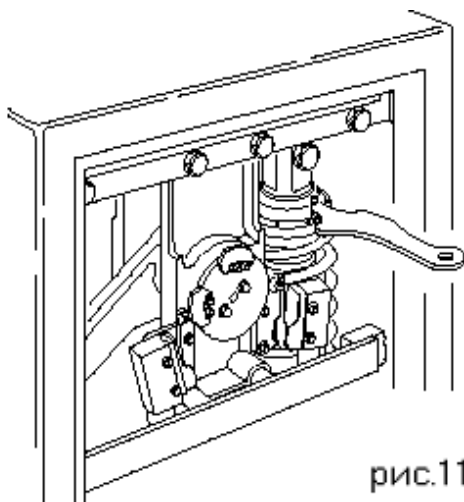

рис.11
- 2) С помощью специального ключа поверните гайку регулятора нагрузки, как показано на Рис. 11.